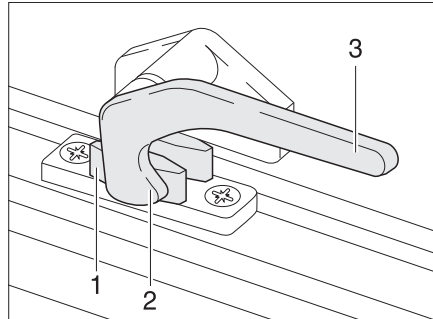

Bild 65 Verriegelungshebel in Stellung "geschlossen"
- Den Verriegelungshebel (Bild 65,3) eine viertel Umdrehung zur Fenstermitte hin drehen.
- Den Verriegelungshebel (Bild 65,3) eine viertel Umdrehung zum Fensterrahmen hin drehen. Die Verriegelungsnase (Bild 65,2) liegt auf der Innenseite der Fensterverriegelung (Bild 65,1).
- in Stellung "fest verschlossen" (Bild 65)